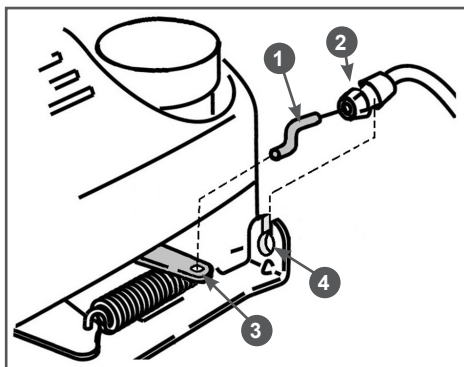

Рис. 3 Установка троса остановки двигателя
1. Вставьте Z-образный конец 1 троса в отверстие на рычаге 3 тормоза маховика. Далее введите трос через прорезь в кронштейне 4, после чего оболочку 2 троса вставьте в отверстие в кронштейне 4 крепления троса до надежной её фиксации (Рис. 3).